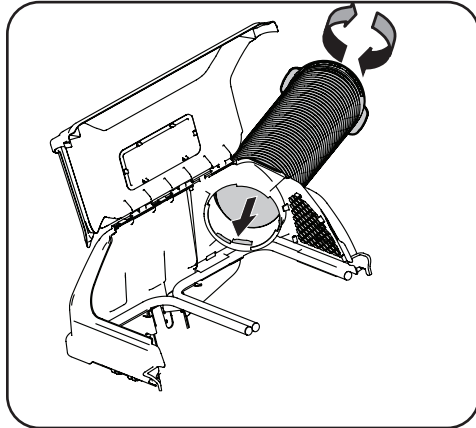

Figura 4-21
1. Enrosque el extremo superior del tubo del canal en forma segura, en el soporte superior del canal. Existen dos lengüetas en el lado bajo interno del soporte del canal superior que permiten un enrosque seguro. Consulte la Figura 4-21.